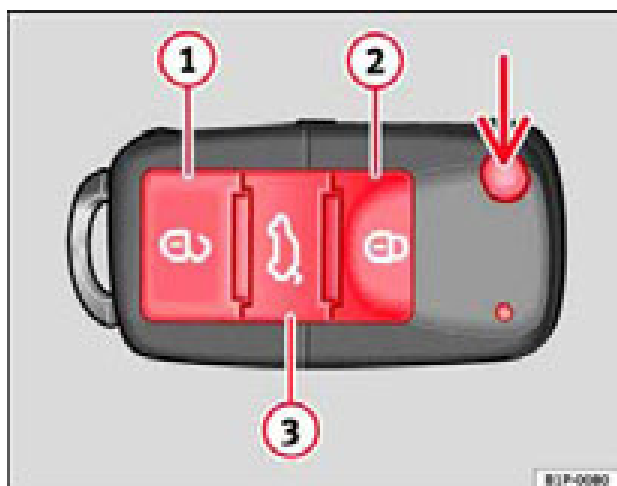

Fig. 63 Teclas de la llave con mando a distancia
Con la tecla ⇒ fig. 63 (flecha) del mando, se desbloquea el paletón de la llave.
Desbloqueo del vehículo ⇒ fig. 63 ①. Las puertas y el portón trasero se desbloquean.
Bloqueo del vehículo . ⇒ fig. 63 ②
Desbloqueo del portón trasero . Pulse la tecla ⇒ fig. 63 ③ hasta que todos los intermitentes del vehículo parpadeen brevemente. Al pulsar la tecla de desbloqueo ③, dispone de 2 minutos para abrir el portón. Una vez transcurrido este tiempo se bloqueará de nuevo.
Además, el testigo de la pila de la llave ⇒ fig. 63, parpadea.
⇒ **página 103, fig. 63** desde la cerradura de la puerta del conductor.